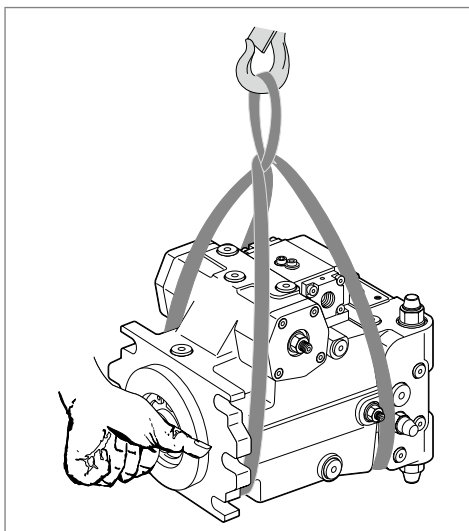

Fig. 8: Trasporto con nastro di sollevamento
- Sistemare il nastro di sollevamento attorno all'unità a pistoni assiali in modo che esso non scorra su componenti (ad es. valvole, tubazione) e che l'unità a pistoni assiali non venga agganciata a componenti (vedere Fig. 8).